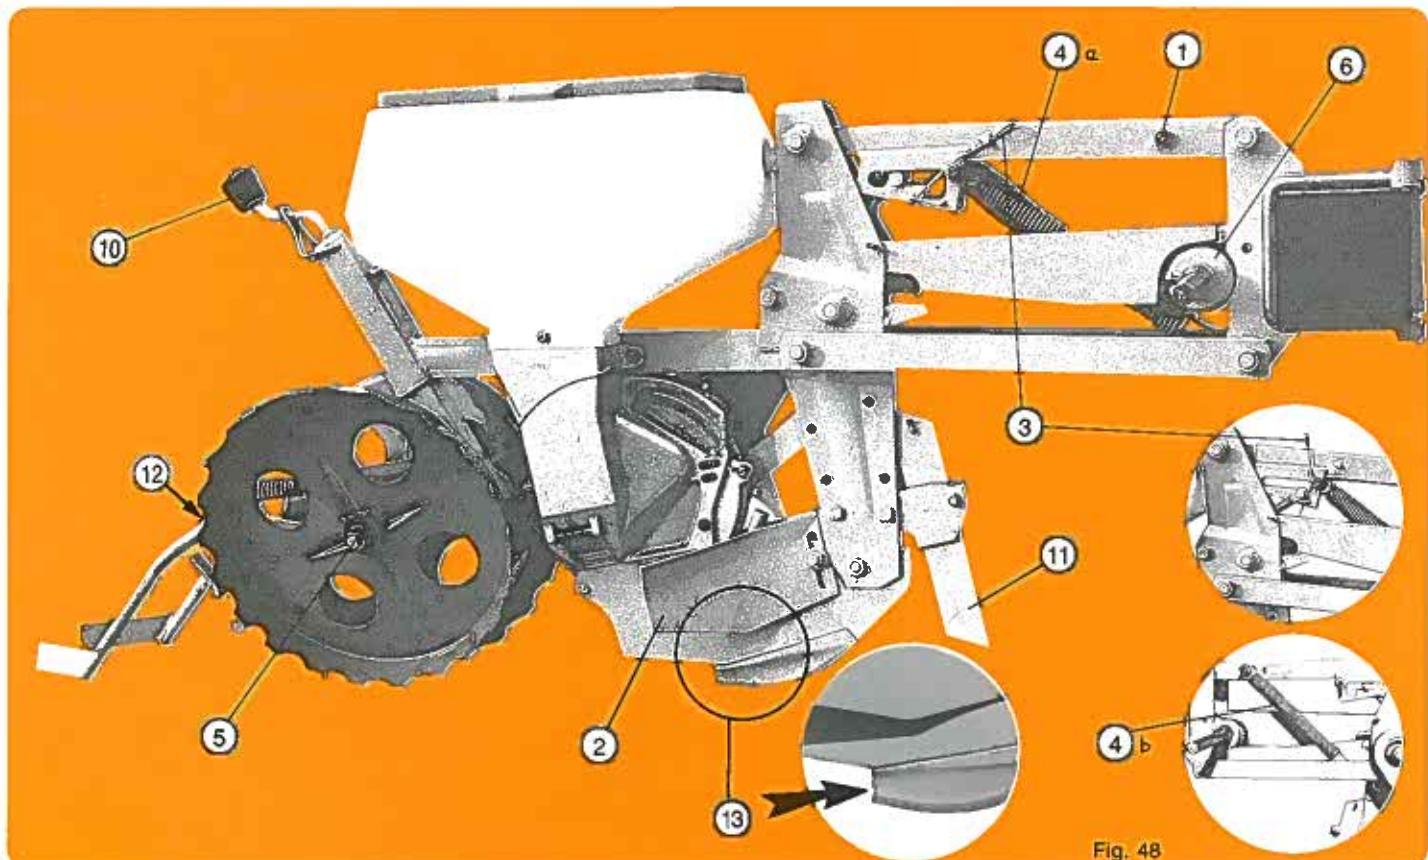
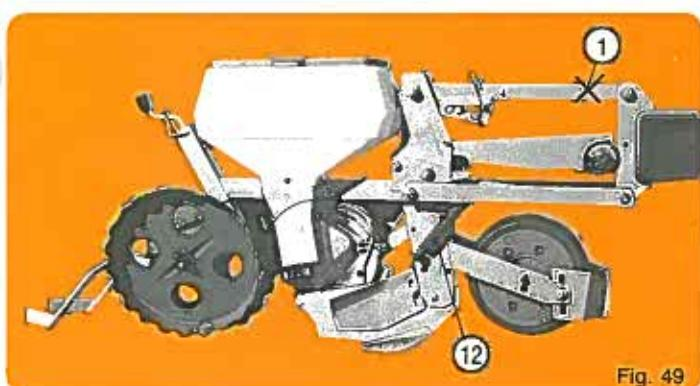

Fig. 48
Fig. 49
Version de base (fig. 48) :
- Bloc roue avant (fig. 49) : améliore la régularité de terrage. A retenir pour semis délicats tels haricots - soja - colza - sorgho... Par ses fixations disposer la roue en POSITION HAUTE.
- Avec cette roue supprimer le boulon de parallélogramme ①.
- Ne pas oublier les 2 ressorts stabilisateurs ⑫.
- ① Boulon de blocage du bras de parallélogramme : ce boulon reste en place pour la version de base mais (fig. 48). Il doit par contre impérativement être enlevé avec roue avant (fig. 49) et avec double disque + roues accolées (fig. 53).
- ③ Taquet d'accrochage en position relevée (fig. 48) : en cours de travail laisser le ressort dans son cran pour éviter les accrochages involontaires du taquet.
- ④ Ressort de parallélogramme (fig. 48) : monté suivant ④ a, il accentue le poids de l'élément. Monté suivant ④ b, il allège l'élément. Avec roue avant supprimer le ressort de préférence.
- ⑤ Réglage de l'écartement des roues mais (fig. 48) : 2 bagues sur moyeux que l'on place soit côté intérieur, soit côté extérieur, permettent d'obtenir 2 écartements à la base. Utiliser les roues réservées pour semis superficiels (1 à 3 cm).
- ⑥ Système de sécurité (fig. 48) : il provoque un cratage sonore en cas de blocage de la distribution. Un arrêt est alors obligatoire (voir page 31). Graisser les dents du cratot à la mise en route pour faciliter les premiers déclenchements.
- ⑩ Réglage du terrage (fig. 48) : une jauge graduée facilite l'uniformité du réglage.
- ⑪ Coutre indépendant (fig. 48) : pour fendre les sols durs et écarter mottes et cailloux de la trace du sillon ; à remonter et même à escamoter complètement dans le cas de grosses pierres ou de rochers fixes.
- ⑫ Réglage de la hauteur des raclettes (fig. 48) par un jeu de rondelles d'épaisseur.
- ⑬ Lorsque l'usure du soc atteint le stade du décrochement le semis devient irrégulier : la pointe doit alors impérativement être remplacée.
Basic version (fig. 48) :
- Front press wheel (fig. 49) : improves the uniformity of soil engagement. To be used for delicate seeds such as beans - soybeans - rape seed - sorghum... Set the wheel in HIGH POSITION by means of its mounting.
- With the front press wheel, remove the bolt in the upper parallel linkage ①.
- Do not forget the two stabilizer springs ⑫.
- ① Bolt to block the arm of the parallel linkage: with the basic corn unit with clod remover or double disc opener, this bolt remains in its place. However, this bolt has to be removed when the front press wheel (fig. 49) or double disc opener with side press wheel (fig. 53) are used.
- ② Clod remover: should work on the ground surface to avoid plugging at the metering box or chain
- ③ Locking pawl to keep unit in a raised position (fig. 48): while planting, in order leave the spring in its notch to avoid unexpected lock-up.
- ④ Springs for parallel linkage (fig. 48): when mounted as per ④ A, they increase the down pressure of the planting unit. When mounted as per ④ B, they reduce the down pressure of the planting unit.
- ⑤ Adjustment of the spacing of corn press wheels (fig. 48): placing the 2 bushings on the inside or the outside of the wheel hub allows for 2 basic widths. Use the narrow setting for shallow seeding (1-3 cm) (3/8 - 1 1/2").
- ⑥ Safety system (fig. 48): this causes the clutch to sound in case of a blockage in the metering system. When this clutch sound is heard, stop the machine immediately (see page 31). The teeth of the clutch should be lubricated when restarting in order to make the first declutching easier.
- ⑩ Adjustment of the depth (fig. 48): a gradual scale makes it easier to set the unit at a uniform depth.
- ⑪ Independent coulter (fig. 48): to slice open hard soil and move aside clods or rocks in the path of the seed furrow; to be removed completely when used in conditions with large rocks.
- ⑫ Adjustment of the height of the hillers (fig. 48) by means of a pair of washers.
- ⑬ When the shoe reaches this point of wear, sowing becomes irregular : the tip must then be replaced.
Grundausführung (Abb. 48) :
- Vordere Andruckrolle (Abb. 49) ebnet den Boden ein, zur besseren Komablage. Diese ist besonders geeignet für die Aussaat von Bohnen, Sojabohnen, Raps und Sorghum.
- ① Blockierungsschraube für den Parallelogramm: Bei der Grundausführung Mais (Abb. 48) ist diese Schraube eingesetzt, bei vorderen Andruckrollen ist dagegen die Schraube (Abb. 49) unbedingt zu entfernen, das gilt auch beim Scheibenschar mit Andruckrolle (Abb. 53).